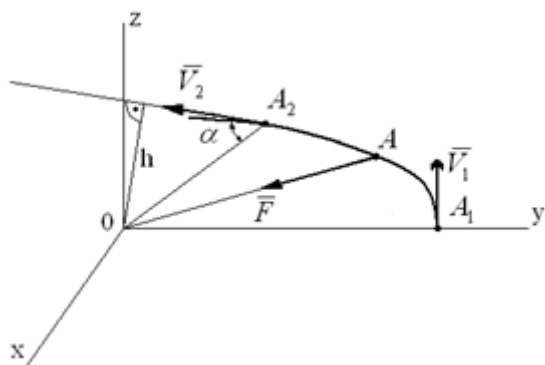

Рисунок 1
2. Материальная точка движется в горизонтальной плоскости  $zOy$  под действием центральной силы  $F$ , линия действия которой проходит через точку  $O$ . Найти скорость точки в положении  $A_2$ , если в положении  $A_1$  ее скорость  $V_1$  равнялась  $6 \text{ м/с}$ , причем  $OA_1/OA_2 = 5/4$  и угол, образуемый скоростью  $V_2$  с линией действия силы, равен  $60^\circ$  (рисунок 1).